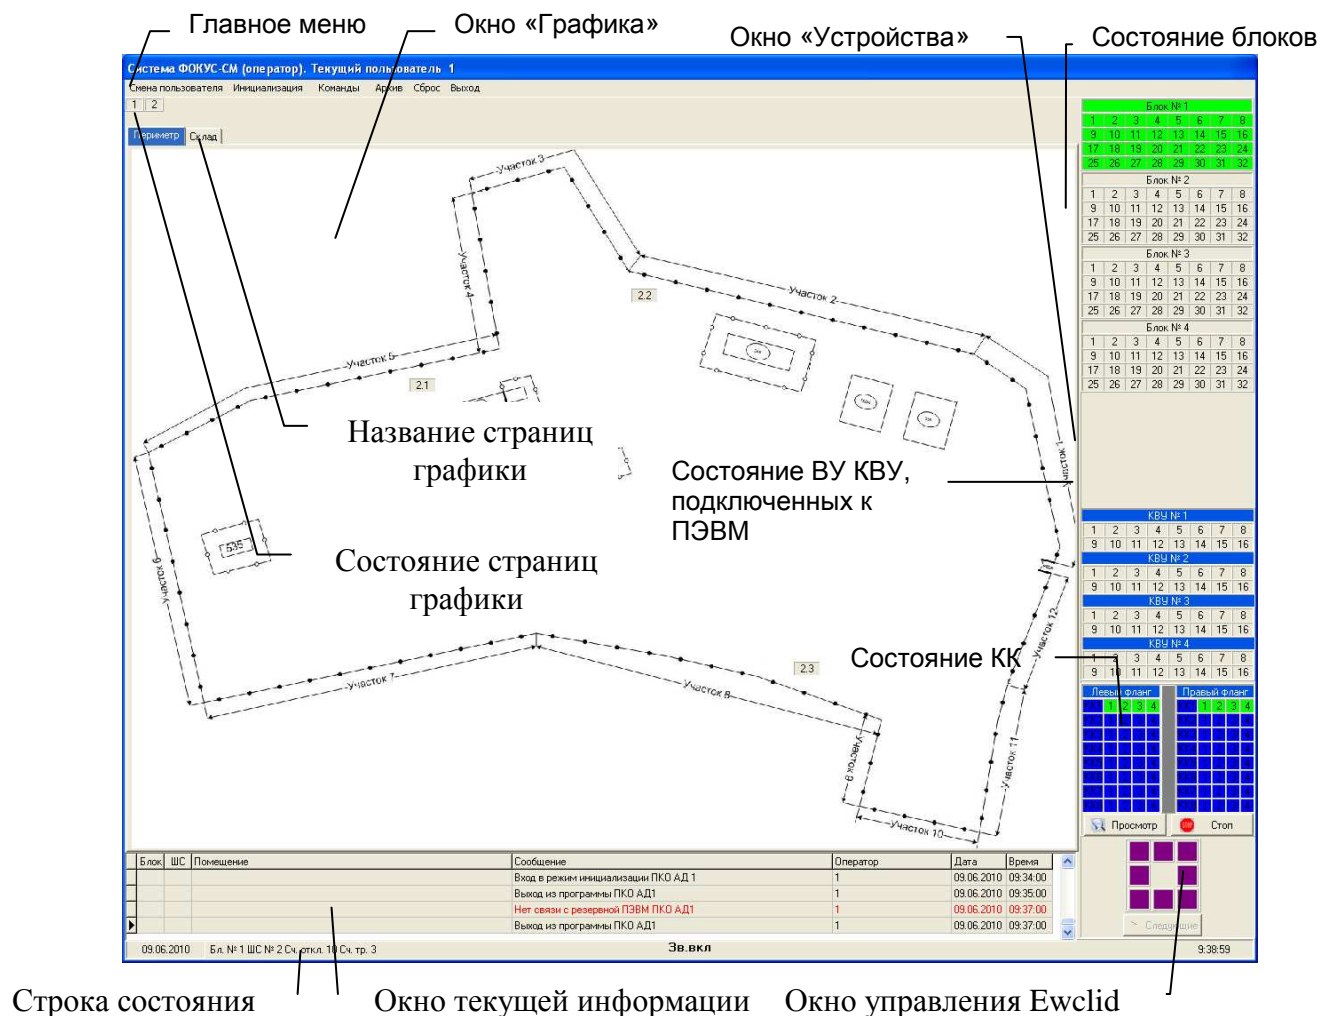

Рисунок 5.1
4.2.5 Нажмите кнопку мыши или клавишу Enter для запуска программы **FocusOper**. На экране появится окно (рисунок 4.1). (Если на ПЭВМ ранее устанавливалась система, то окна показанные на рис. 4.1, 4.2 выводиться не будут). Далее (рисунок 4.2) система запросит перезагрузку ПЭВМ. Опять же нажмите кнопку «Да». На экране появится окно входа в систему (рисунок 4.3) и основное окно программы (рисунок 5.1).
Введите логин и пароль оператора или администратора системы (система поставляется с логином администратора «1» и паролем «111»; с логином оператора «2» и паролем «222»), после верного ввода логина и пароля основное окно системы (рисунок 5.1) становится активным.